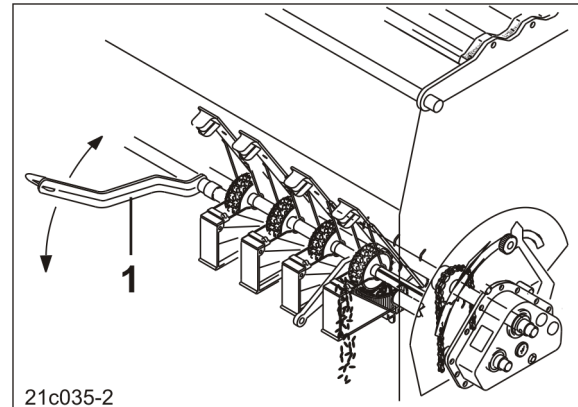

Рис. 150
4. Встановіть важіль донних заслінок (Рис. 150/1) на вибір в положення від 1 до 4.